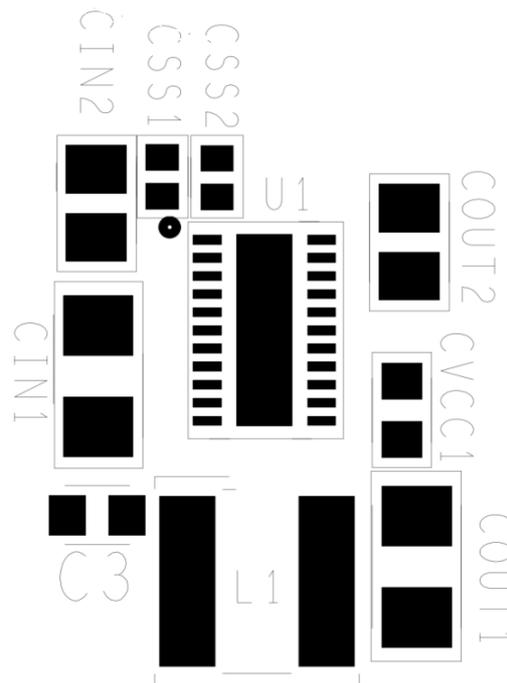

図 61. プリント回路基板例の部品配置
パワーコンバータのレイアウトを適切に行うと、EMI とノイズが最小限に抑えられ、設計が最初からうまくいくようになります。Renesas の Web サイトでは、PCB レイアウトが複数の形式で提供されています。さらに、PCB レイアウトの重要点を 図 61 に示します。実際には、RAA212421 の PCB レイアウトはいたってシンプルです。
- GND プレーンのある多層 PCB を推奨します。図 61 に、コンバータの重要な部品の配置を示します。コンデンサ  $C_{IN}$  および  $C_{OUT}$  は、それぞれ複数の物理的コンデンサを表します。最も重要な接続は、GND1 ピンと GND2 ピンをパッケージの GND パッドに接続してから、ビアを使用して GND パッドをシステムの GND プレーンに直接接続します。この GND パッドからシステムのプレーンへの接続により、全ての帰還電流に対して低インピーダンスの経路が確保されるだけでなく、熱を放散するための優れた熱経路が確保されます。この接続が完了したら、高周波の MLCC 入力コンデンサを  $V_{IN1}$  ピンの近くに配置し、このコンデンサパッドにビアを直接使用してシステムの GND プレーンに接続します。
部品配置の例を 図 61 に示します。